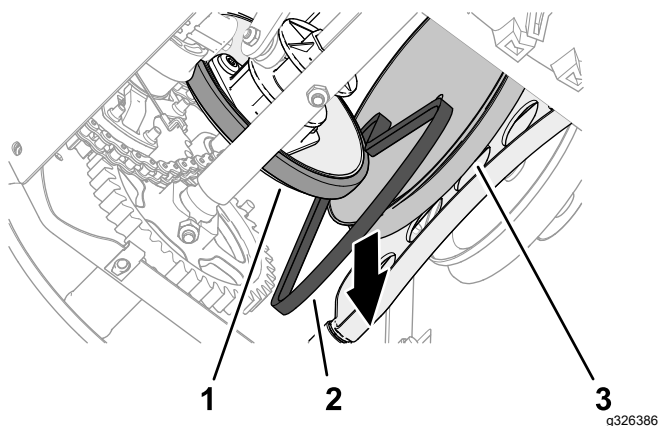

**Figura 47**
5. En la parte trasera de la máquina, afloje los 2 tornillos con arandela prensada superiores ( $\frac{1}{4}$ " x  $\frac{5}{8}$ ") que sujetan la cubierta trasera a la máquina (Figura 47).
6. Retire los 6 tornillos con arandela prensada (1/4" x 5/8") que sujetan la cubierta inferior a la máquina, y retire la cubierta (**Figura 47**).